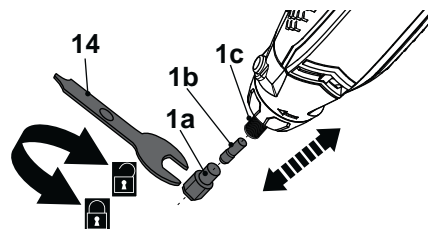

Fig. 3
- > Appuyez sur le bouton de verrouillage de la broche [2] et maintenez-le en position tout en desserrant l'écrou de serrage [1a] avec la clé [14] (Fig. 3).
- > Vérifiez si la douille installée [1b] est adaptée à l'embout souhaité, sinon retirez l'écrou de serrage [1a] et la douille [1b] de la broche [1c]. Insérez une douille adaptée [1b] et replacez l'écrou de serrage [1a] (Fig. 3).